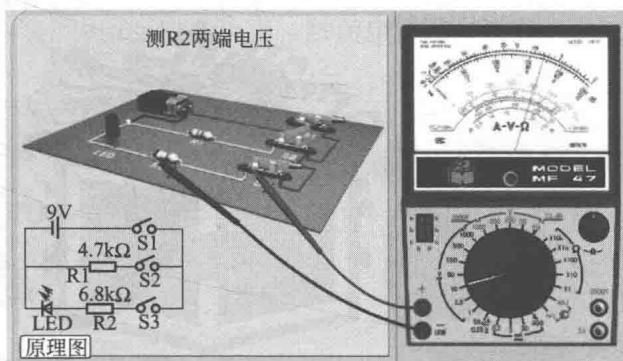

图 1-6 检测直流电压
② 选择量程 若不清楚电压大小，应先用最高电压挡测量，逐渐换用低电压挡。图 1-6 电路中电源电压只有 9V，所以选用直流 10V 挡。
③ 测量 万用表应与被测电路并联。红表笔接开关 S_3 左端，黑表笔接电阻 R_2 左端，测量电阻 R_2 两端电压，如图 1-6 所示。